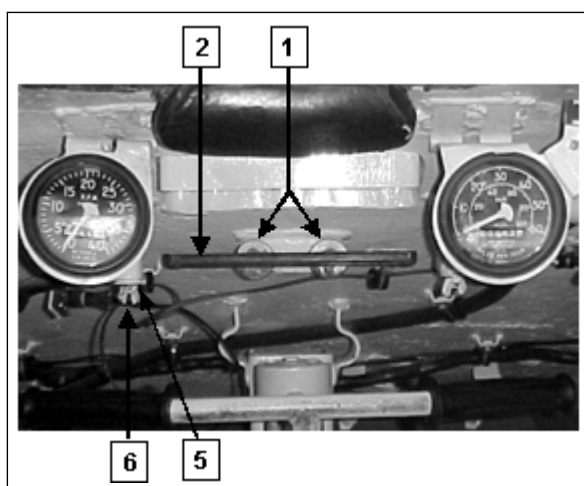

Fig 3-16. Componentes do suporte de fixação do periscópio M27
(1) Girar as 2 (duas) porcas roscadas (1) no sentido horário e empurrar o suporte (2) para fora. (Fig 3-16)
(2) Levantar o periscópio (3) até o suporte (4). Enquanto segura o periscópio com uma das mãos, alinhar os reténs (5) com os encaixes no periscópio e apertar as borboletas (6). (Fig 3-16 e 3-17)
(3) Girar as 2 (duas) porcas (1) totalmente no sentido horário (somente em frente ao periscópio). (Fig 3-16)
b. Remoção (Fig 3-16)
(1) Girar as 2 (duas) porcas (1) totalmente no sentido horário (somente em frente ao periscópio).
(2) Enquanto segura o periscópio com uma das mãos, desparafusar as borboletas (6) dos reténs (5) e solta-os do periscópio.
(3) Retirar o periscópio.